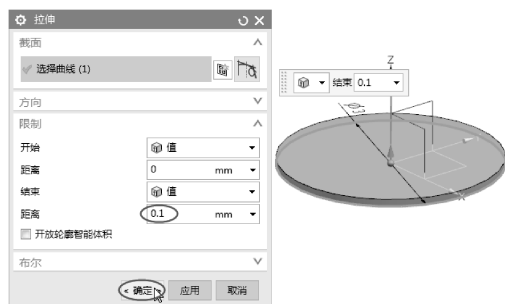

图 3-67 创建的底座特征
- 05 在【拉伸】对话框的【限制】选项区中将【开始】距离设为0，【结束】距离设为0.1，保留其余选项的默认设置，单击【确定】按钮，完成底座实体特征的创建，如图3-67所示。